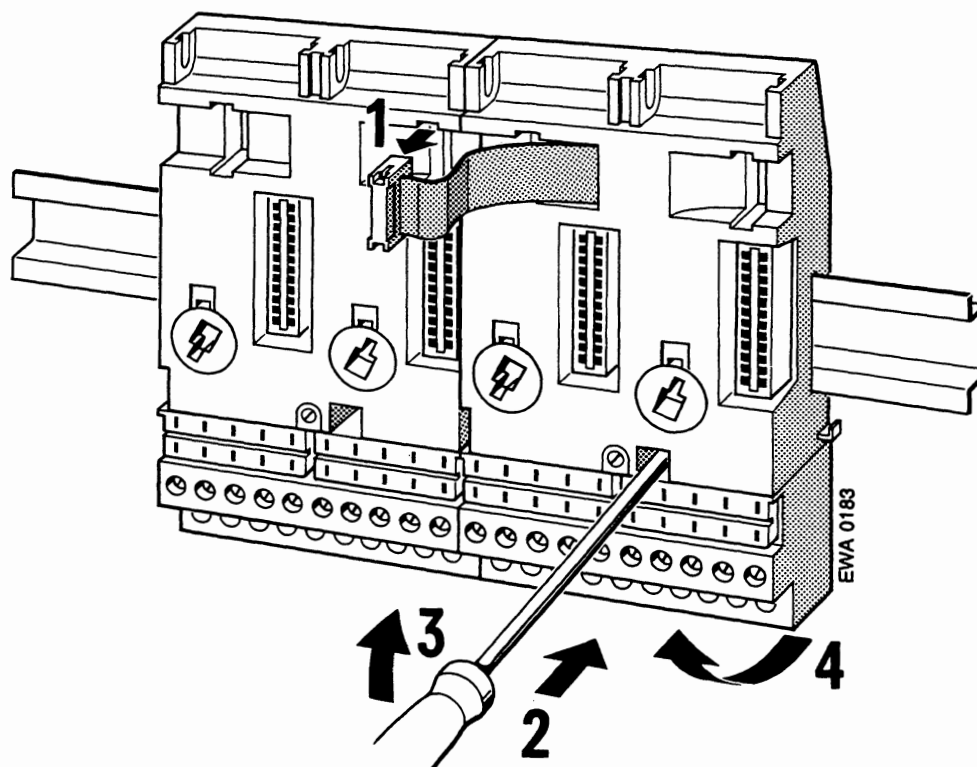

Fig. 3.2 Démontage d'un module de bus
- ▶ l'enficher sur le connecteur mâle disposé sur le côté droit du module unité centrale ou l'enficher sur le connecteur mâle du module de bus voisin de gauche (cf. figure 3.2).